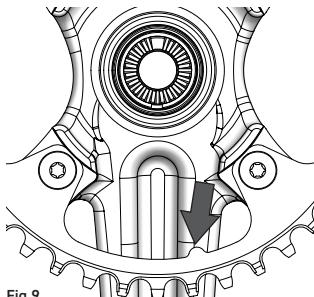

Fig.9
- **POUR EKAR GT:** positionner le nouveau plateau de sorte que les marquages présents sur le plateau même soient visibles sur le côté interne du pédalier et de sorte que la dent de référence soit correctement positionnée (Fig.9).